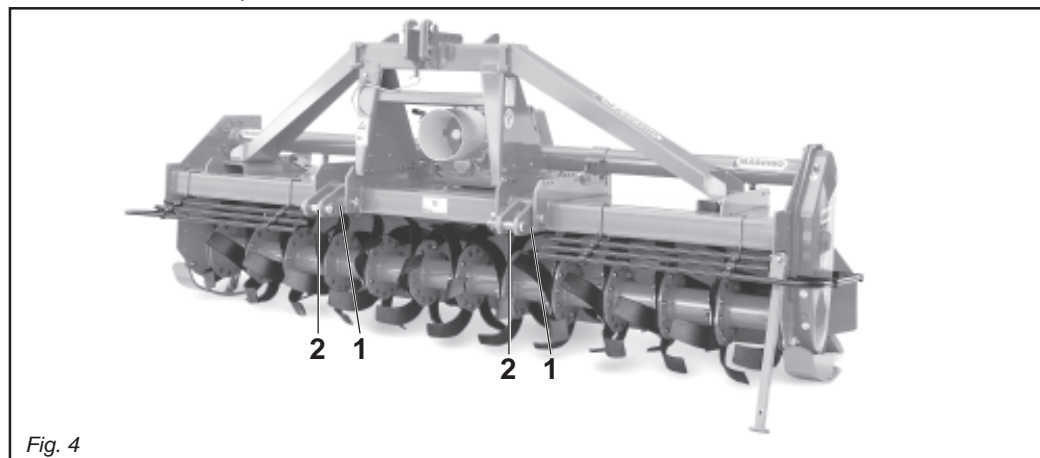

Fig. 4
- Die Gruppe der Schutzvorrichtungen, die sich aus dem Anschluß (1 Abb. 5), der zur Arretierung für die Rohre (2 Abb. 5) dient, die durch den Bügel (3 Abb. 5) blockiert werden, und den Schrauben (4 Abb. 4) zusammensetzt, wird am vorderen Vierkantröhr (5 Abb. 5) mit den U-Bolzen (6 Abb. 5) befestigt. Eine davon ist rechts und eine links, so weit wie möglich außen anzubringen.